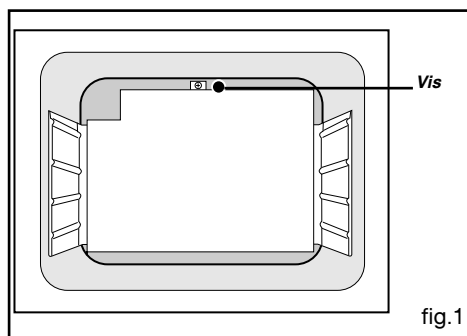

fig.1
- Dévissez la vis maintenant la paroi arrière de la cavité du four et retirez cette paroi (**Fig.1**).